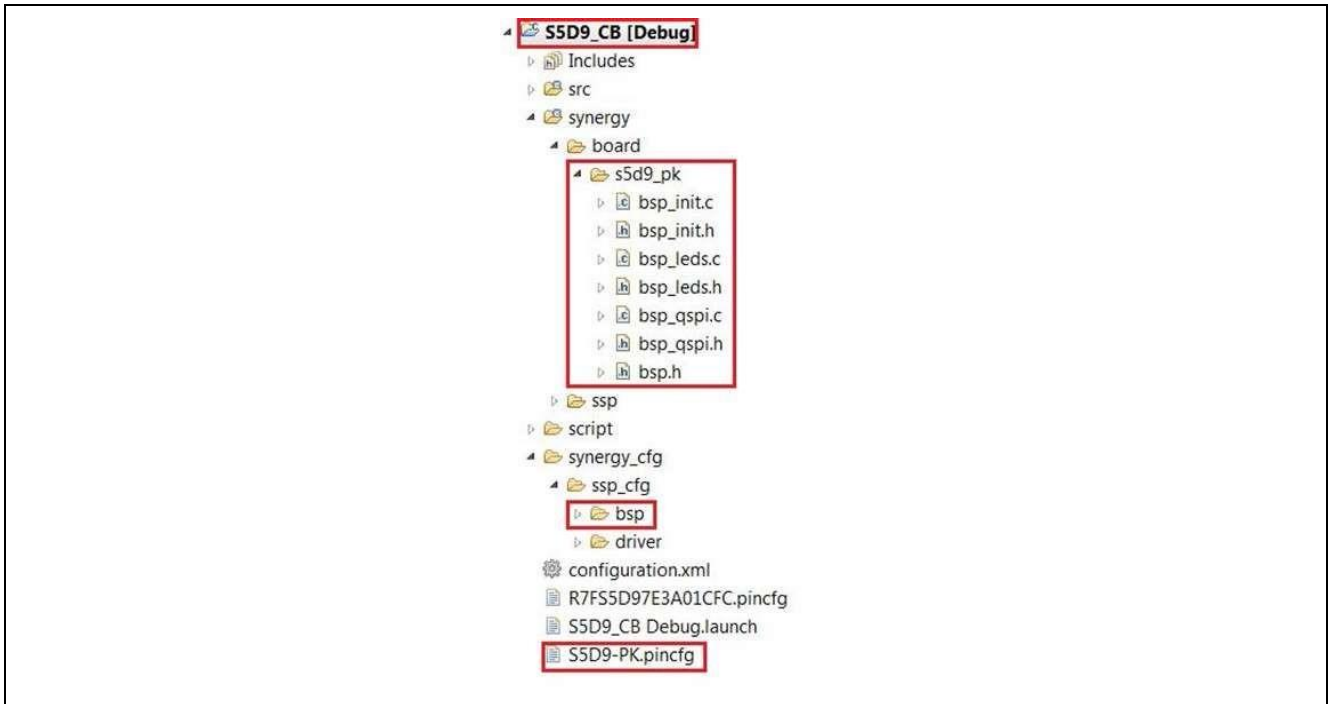

図 8 カスタムボードサポートパッケージ (BSP) 作成用テンプレートとして生成されたボードファイル (デフォルト)
- Finish. をクリックしてください。図 8 の synergy と synergy_cfg フォルダに示すように、S5D9-PK の BSP ファイル作成用テンプレートが、デフォルトで自動的に生成されます。